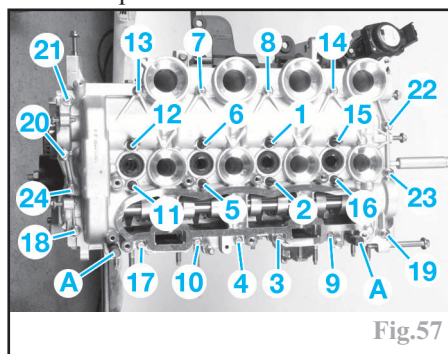

Fig.57
- reposer le carter supérieur de paliers d'arbre à cames sur la culasse en le centrant à l'aide de deux piges (outil réf. (-). 0194-N) (A) (Fig.57) introduites dans les trous prévus à cet effet.
- approcher puis serrer progressivement les vis de fixation dans l'ordre indiqué (Fig.57).
- déposer les deux piges (A).